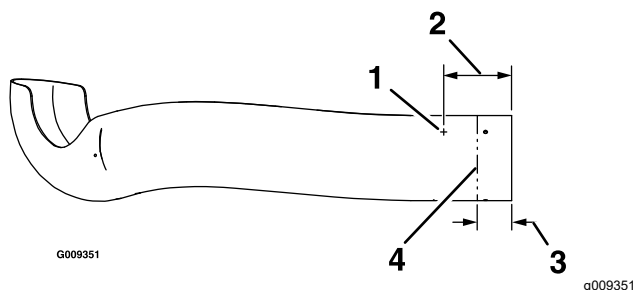

Figura 14
- A. Localice los 3 taladros del tubo superior. Mida 16.5 cm ($6\frac{1}{2}$ ") desde el extremo del tubo y marque la posición en las 3 zonas (Figura 14).
- B. Perfore 3 taladros (4.8 mm / $\frac{3}{16}$ "), como se muestra en la Figura 14.
- C. Mida en 3 puntos – 76 – 89 mm (3 " – $3\frac{1}{2}$ ") desde el extremo del tubo, haga las marcas y aplique cinta de pintor alrededor del tubo como guía (Figura 14).